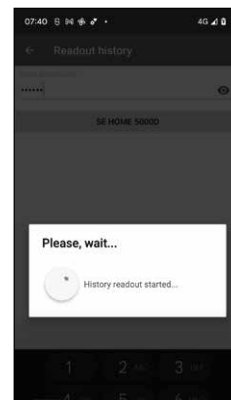

Abb. 110
⑦ Die Historie-Daten werden nun aus dem Zylinder abgerufen und in der App als Protokolldatei abgelegt (Abb. 110).